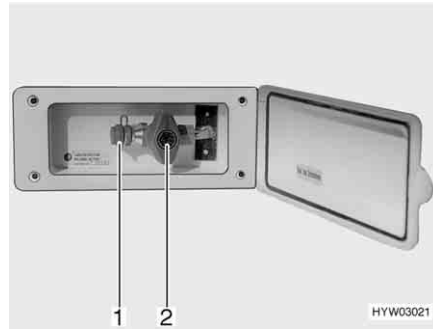

Fig. 124 Presa gas esterna, rubinetto di arresto del gas chiuso
La presa gas esterna (Fig. 124) si trova, a seconda del modello, nella parte posteriore o sul lato destro o sinistro del veicolo.
- Collegare l'apparecchio a gas esterno all'attacco (Fig. 124,1).
- Aprire il rubinetto di arresto del gas (Fig. 124,2).